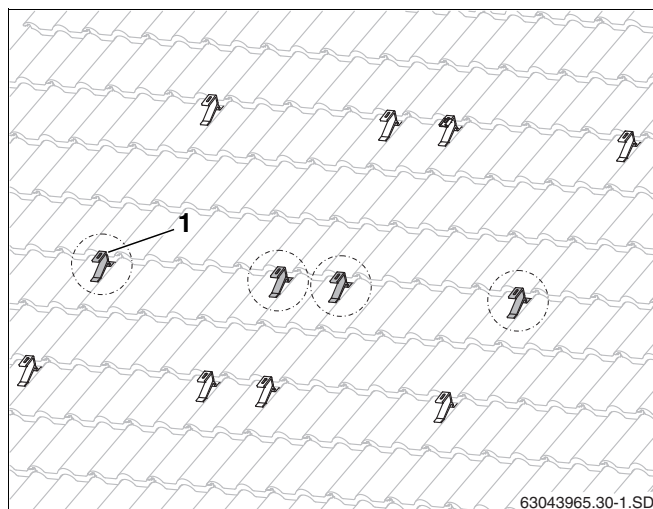

Рис. 28 Дополнительные кровельные крюки для профиля с повышенной снеговой нагрузкой (здесь: для двух коллекторов)
- ▶ Дополнительные кровельные крюки (рис. 28, поз. 1) крепите, по возможности, посередине между уже установленными верхними и нижними крюками.